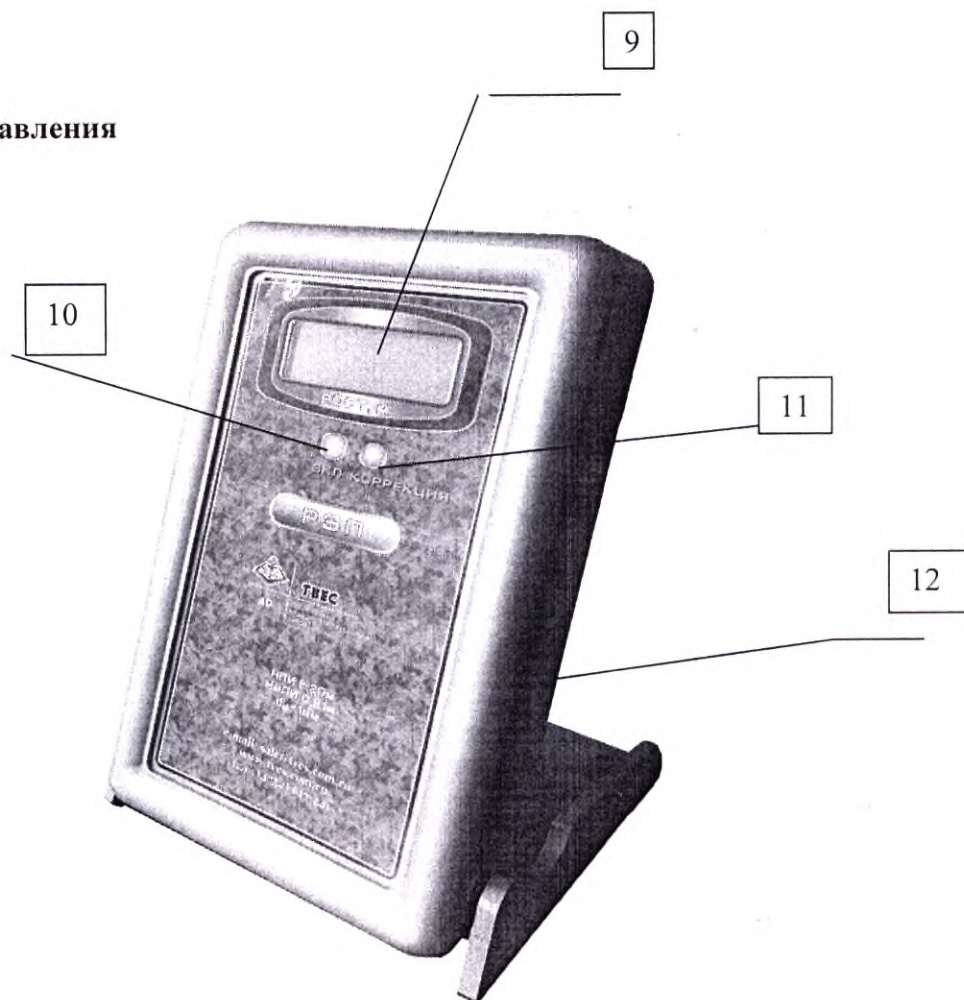

Рис. 2
подвергаемую вибрации. Выставьте основание по уровню, подкручивая в одну или другую стороны каждую из регулируемых опор (см. рис.2).
Возьмитесь рукой за ползун 2 с правой стороны и нажмите пальцами этой же руки рычаг фиксации 8 (см. рис.2). Переместите планку мерную 1 выше роста измеряемого пациента.
Перемещение мерной планки 1 по штанге осуществляется только нажатым рычагом фиксации 8 (см. рис. 2).
4.4. Ростомер пломбируется пластичным материалом в местах указанных в разделе 2.3 Общий вид ростомера рис.2